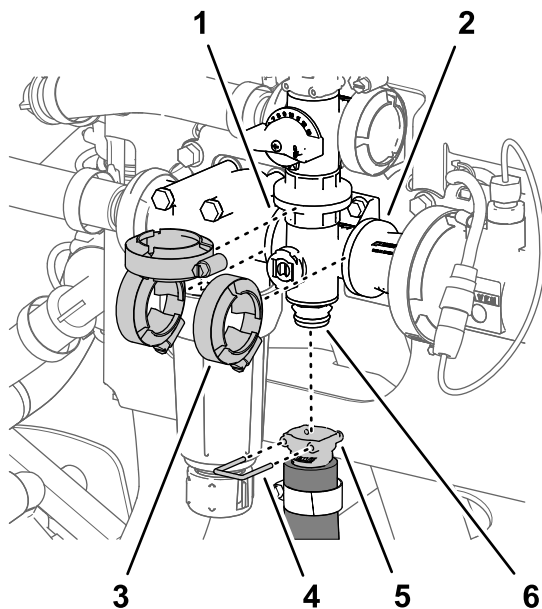

图 104
1. 拆下将搅拌软管快速连接耦合器固定至搅拌阀歧管上的快速连接销图 104。
2. 取下将搅拌阀歧管固定至压力式滤清器头和耦合适配器的法兰上的 3 个法兰夹具图 104。